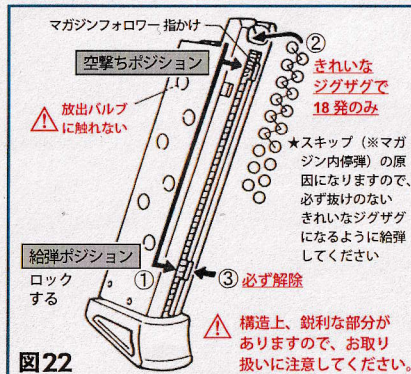

図22
2. マガジンの使い方（C. BB弾の給弾）⇒ 図22 参照
① 図22を参考に、マガジンフォロワーを下げ、下部切り欠き（給弾ポジション）に合わせ、指かけを横に「カチッ」とスライドさせて、ロックしてください。
② BB弾を給弾口から1発ずつ、**抜けのないきれいなジグザグになるよう、18発まで流し込んでください。**ジグザグに抜けのある場合、スキップ（※マガジン内停弾）の原因になります。ご注意ください。
③ **続いてフォロワー指かけのロックを必ず解除してください（※自動解除ではありません）。**解除せずに使用されると、チャンバーへ弾が送られず、空撃ちブローバックになる場合があります。ご注意ください。